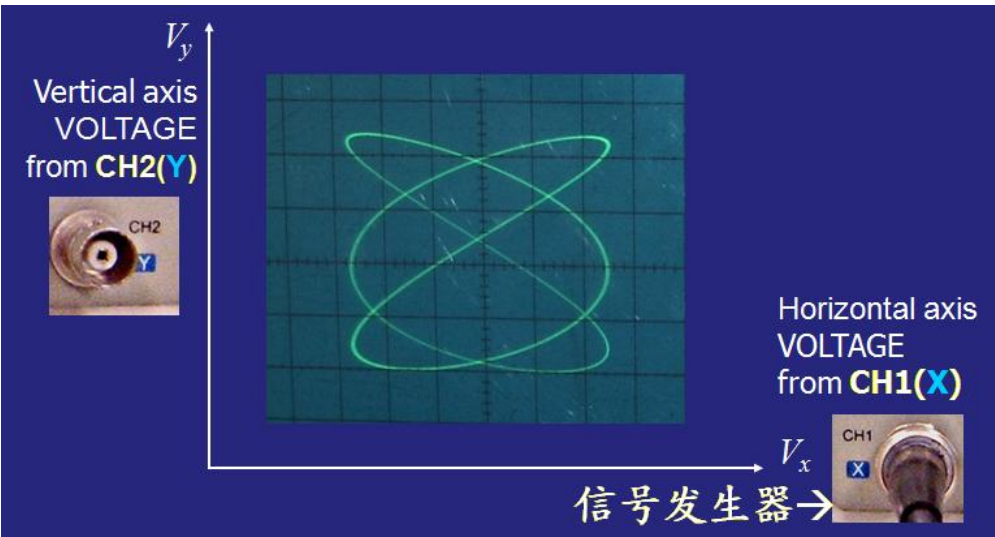

图 4 李萨如图
5、X—Y 模式 当示波器由 Y—t 模式切换为 X—Y 模式时，扫描信号被切断，此时，通道 1 (CH1(X)) 被连接到 X 偏转板，通道 2 (CH2(Y)) 还是被连接到 Y 偏转板。在这种模式下，电子束同时受到连接 X、Y 偏转板的输入电压形成的电场力的作用，如果此两路电压均为正弦波信号，且周期或频率的比值为有理数 (整数的比)，则我们会在荧光屏上看到闭合稳定的漂亮图案，这便是相互垂直谐振动合成的轨迹——**李萨如图**，如图 4 所示。
将信号发生器输出的已知正弦电压信号接入到示波器的 CH1(X)通道，被测未知正弦电压信号接入 CH2(Y)通道，同时将示波器工作模式切换到 X—Y 模式，调节已知信号频率使两正弦电压的周期或频率成简单整数比时，合成轨迹为一**稳定的闭合图案——李萨如图形**，如图 4 所示。对图形作水平和垂直切线或割线（两条割线均应与图形有最多的相交点），并设水平切线（或割线）与图形的切点（或交点）数为 N_x 、垂直切线（或割线）与图形的切点（或交点）数为 N_y ，则 X、Y 方向的电压信号频率 f_x 、 f_y 与 N_x 、 N_y 有如下关系